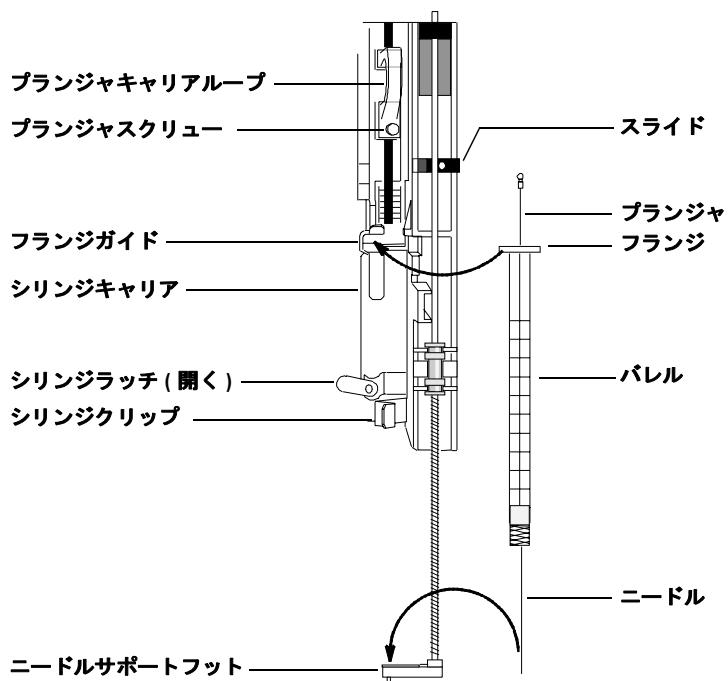

図41 シリンジを取り付ける
シリンジを取り付けるには(図41)
- 2 シリンジが取り付けられる位置になるまで、シリンジキャリッジを上に(または下に)スライドさせます。図41を参照してください。